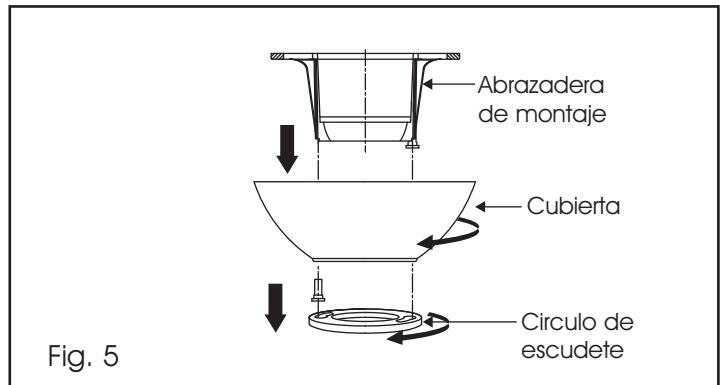

Fig. 5
Paso 1. Retire la tapa embellecedora del fondo del coberter girando la tapa en sentido de las agujas del reloj. (Fig. 5)
Paso 2. Retire el abrazadera de montaje de la cubierta desatornillando 1 de 2 tornillos de la parte inferior del abrazadera de montaje y afloje el otro tornillo media vuelta. A continuación, gire la cubierta hacia la izquierda para retirarla. (Fig. 5)